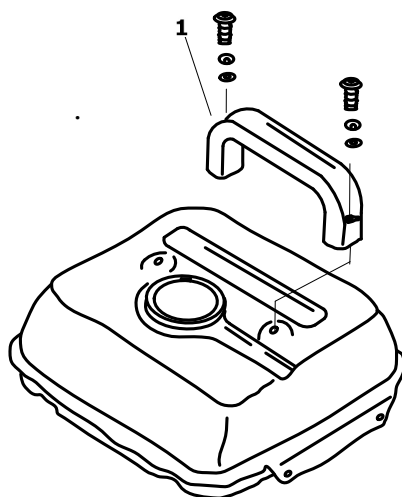

Рис. 2
- Присоедините ручку (поз.1 рис.2) для переноски в случае поставки её в демонтированном виде.